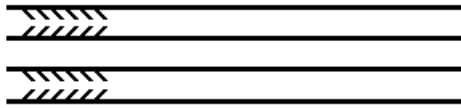

Bild 17-13
- **Rechts-Rechts** wird für den Mehrlagigen Zugschnitt verwendet (Bild 17-13). Die einzelnen Stofflagen liegen in gleicher Richtung, jedoch mit jeweils der anderen Seite nach oben. Legema-